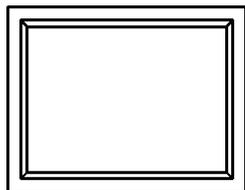

图 17.5.6 其余直线
Step6. 绘制图 17.5.6 所示的其余直线。具体操作可参照 Step5。